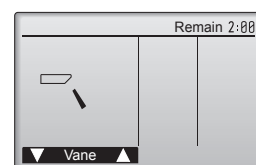

Fig. 7-4
- (2) Prima o botão [OK] para apresentar o ecrã de funcionamento da palheta e depois prima os botões [F1] e [F2] para verificar a palheta automática. (Fig. 7-4)